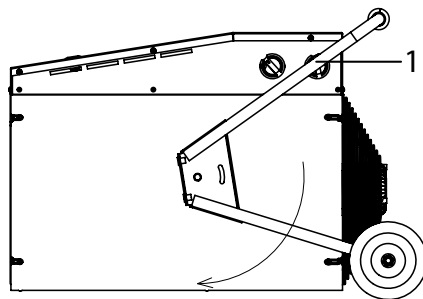
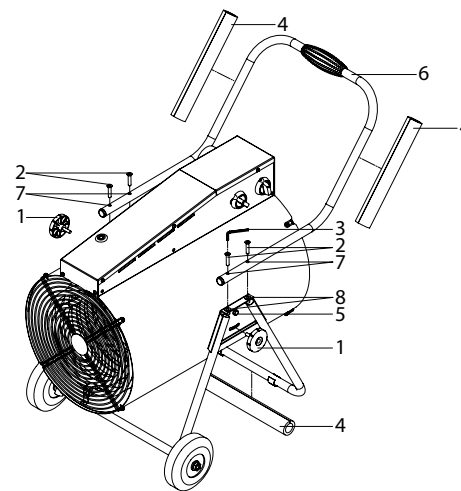

Рис. 4
Рис. 5
Перевести колесную опору (1) (Рис. 4) в горизонтальное положение, повернув её, как указано на рис. 5.
Закрутить барашковые винты (1) и Болт М6х20 (2 шт.) (5) с обеих сторон. Отверстия (7) на ручке (6) совместить с резьбовыми гайками (8) на колесной опоре и закрутить винты (2) шестигранным ключом идущим в комплекте (3). Снять транспортировочные изоляторы (4). Прибор готов к использованию. (Рис. 5)